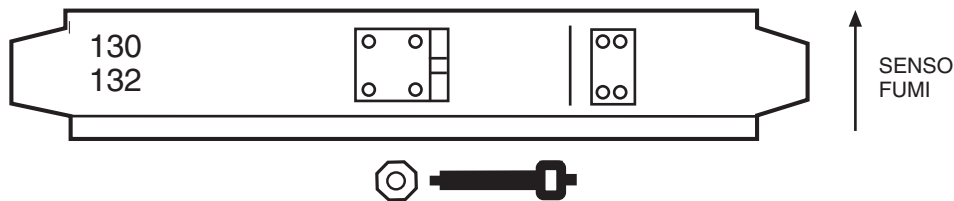

FIG. 2 Esempio fascetta di bloccaggio monoparete Ø 130
- dopo aver innestato due elementi, montare e serrare meccanicamente la fascetta di bloccaggio sulla parete esterna, assicurandosi che la vite sia ben serrata (8 N.m). Su ogni fascetta sono riportati 2 numeri indicanti il diametro esterno del profilo; la fascetta è montata correttamente quando il valore maggiore tra i due è posizionato verso il basso (v. ds fig. 2)